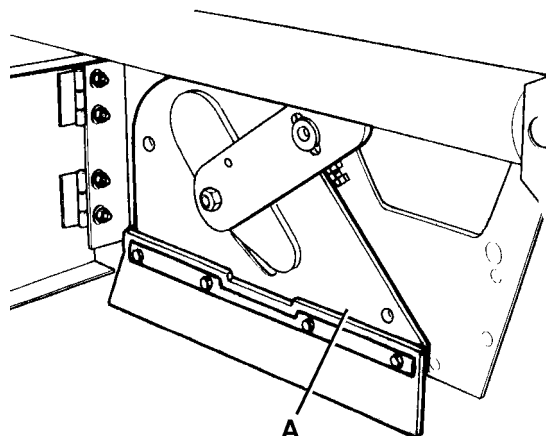
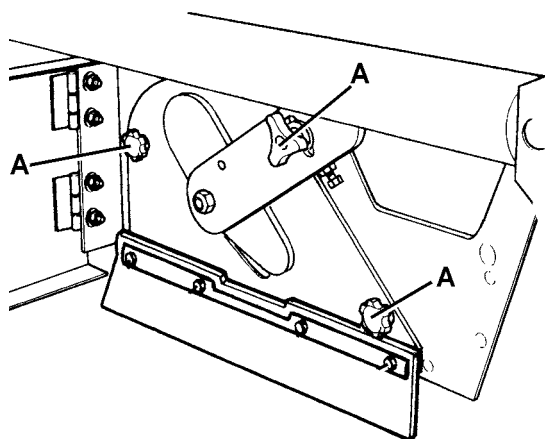

Figure 6
Figure 5
1. Porter la machine sur un sol plat et activer le frein de stationnement à l'aide de la pédale (76) et du levier (69).
2. Tourner la clé de contact (68) sur "0", puis l'enlever.
3. Ouvrir le coffre (22) et débrancher les batteries à l'aide du connecteur (25).
4. Dégager le dispositif de retenue (8) et ouvrir le portillon droit (7).
5. Dévisser et enlever les pommeaux (A, Fig. 5).
6. Enlever le couvercle (A, Fig. 6) du logement du balai central.
11. Installer le couvercle (A, Fig. 6) du logement du balai central et visser les pommeaux (A, Fig. 5).
12. Fermer le portillon droit (7) et engager le dispositif de retenue (8).